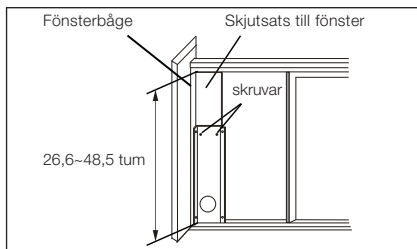

Fig. 19
2. Öppna fönsterbågen och sätt skjutsatsen på fönsterramen. Se Fig.19. Sätt fast skjutsatsen i fönsterramen. Justera längden på skjutsatsen enligt höjden på fönstret. Skruva ner de två skruvarna i skjutsatsen. Se Fig.19. Kapa den justerbara skjutsatsen om fönstrets höjd är mindre än 26,6 tum (Fig. 14).